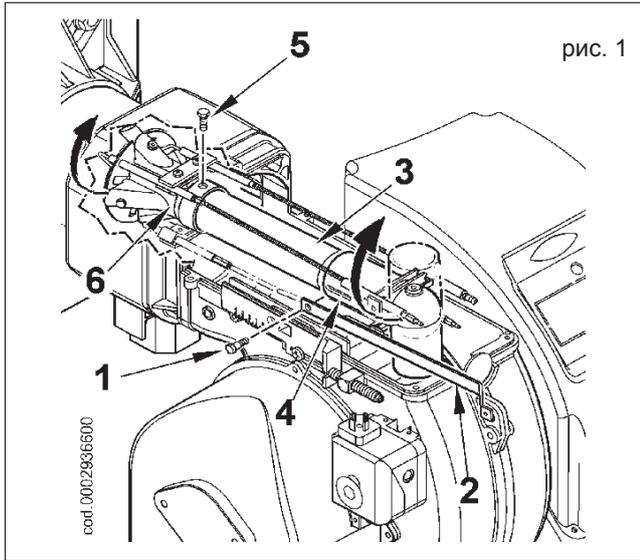

рис. 1
2) Повернуть на 180° коленчатый фитинг (4) и смеситель (6) так, чтобы вход газа был обращен вверх (рисунок 1). Снова закрепить смеситель и шток продвижения узла на газоподающей трубе.
3) Теперь необходимо снять 4 гайки (7), показанные на рисунке 2, освободить огневую трубу (8) от соответствующих шпилек и установить ее обращенной вверх резьбовым соединением для крепления газовой ramпы.